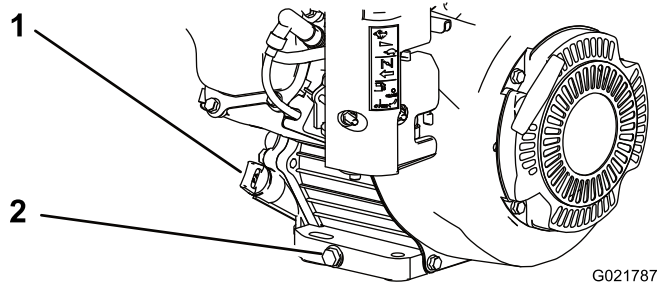

Figure 21
4. Enlevez le bouchon de vidange (Figure 21).